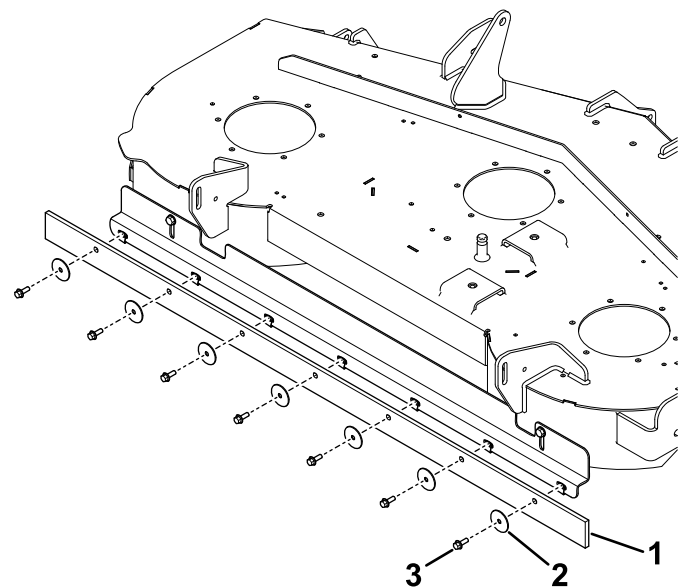

Figuur 4
6. Plaats de wisser zo, dat de rubberen rand naar voren wijst en het versterkte deel van het kruisgedeelte naar achteren wijst; zie (Figuur 4).